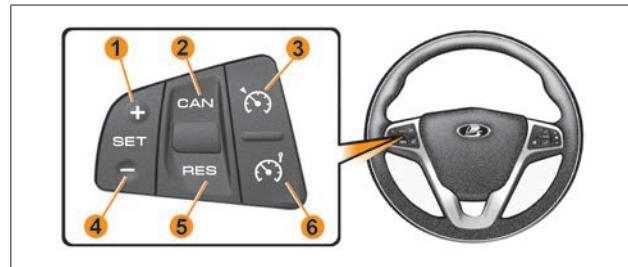

Рис. 1. Блок управления «круиз-контроль» и «ограничитель скорости»
- выключатель – включение/выключение круиз-контроля (рис. 1, поз. 3);
- выключатель – включение/выключение ограничителя скорости (рис. 1, поз. 6);
- выключатель «SET+ / SET-» – установка и увеличение скорости 1 и 4 (рис. 1);